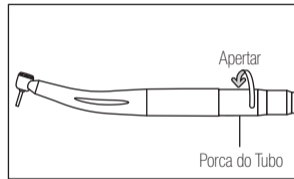

Fig. 3
- 1) Introduza corretamente a turbina na união do tubo e aperte a porca do tubo. (Fig. 3)